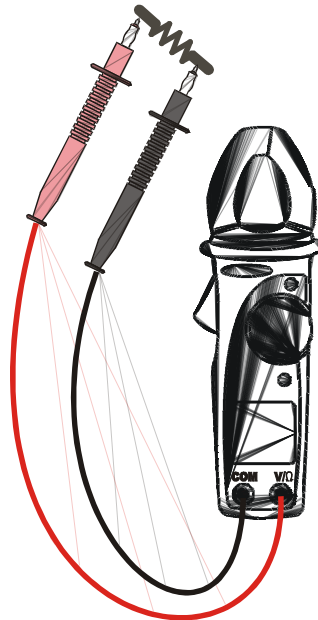

Fig. 7: Utilização da pinça na medição de resistências
2. Inserir o cabo vermelho no terminal de entrada V/ Ω e o cabo preto no terminal de entrada COM, conforme é mostrado na Fig. 7.